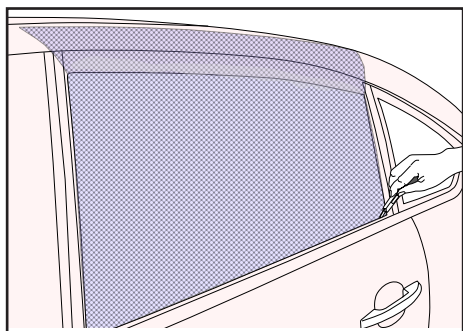

Figure 27
- › Procéder aux coupes du film sur le bas de la vitre et des 2 côtés latéraux à 1 mm des joints. (FIG. 27)